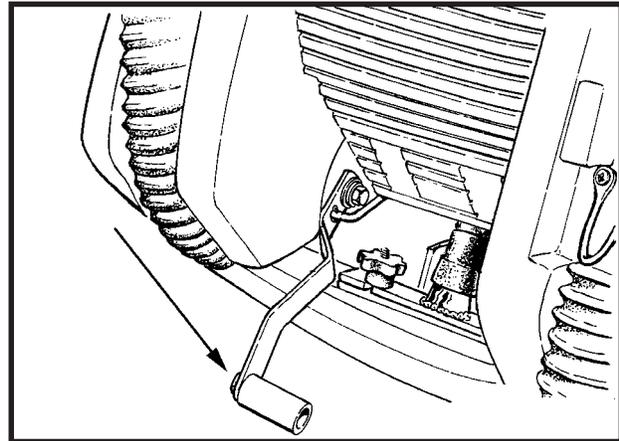

Abb. 12
2. Stellen Sie die Feststellbremse (wenn vorhanden) fest, indem Sie sie nach unten stellen. Siehe Abb. 12. Vergewissern Sie sich, daß sich der Schlüsselschalter in der „AUS“-Stellung befindet.